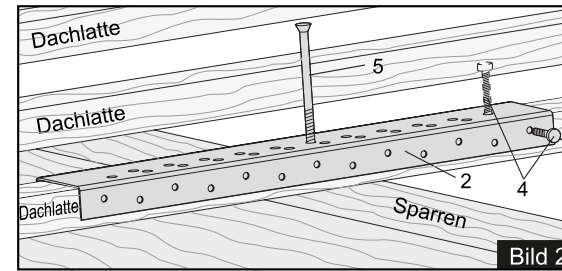

Bild 2
- Verstärkungsschiene (2) mittig zum Sparren auf die Dachlatte auflegen.
- Verstärkungsschiene (2) horizontal verschieben bis das Langloch des Stützelements (3) mit einem Loch der Verstärkungsschiene (2) übereinstimmt. Verstärkungsschiene (2) mit einer Schraube (4) in Fallinie fixieren. (Schraube (4) alternativ auch von oben schraubbar). (Bild 2)
- Aufdachmodulhalter mit Metalldachplatte nochmals abnehmen und die Verstärkungsschiene (2) mit Schraube (5) am Sparren verschrauben. (Bild 2)
- Verstärkungsschiene (2) mittig zum Sparren auf die Dachplatte auflegen.